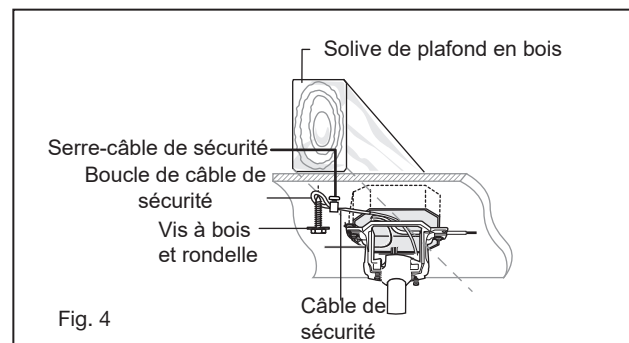

Fig. 4
- 9 REMARQUE: La languette opposée à l'ouverture du support de suspension doit s'insérer dans la fente de la boule. (Fig. 4)
Un flux d'air VERS LE HAUT déplace l'air plus chaud hors de la zone du plafond, comme illustré à la figure 4. Cela vous permet de régler votre unité de chauffage sur un réglage plus frais sans affecter votre confort.